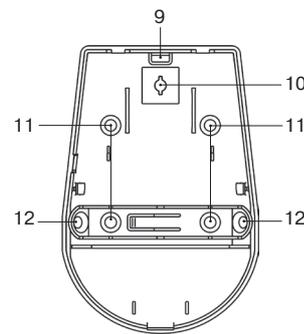

Рисунок 2 – Конструкция «Пирон-4»
Основание корпуса с печатной платой представлены на рис. 2б).
В основании корпуса имеются выламываемое отверстие (9) для ввода проводов, а также крепежные отверстия (рис. 2в):
- (10) для крепления основания к кронштейну;
- (11) для монтажа на стене;
- (12) для монтажа в углу.